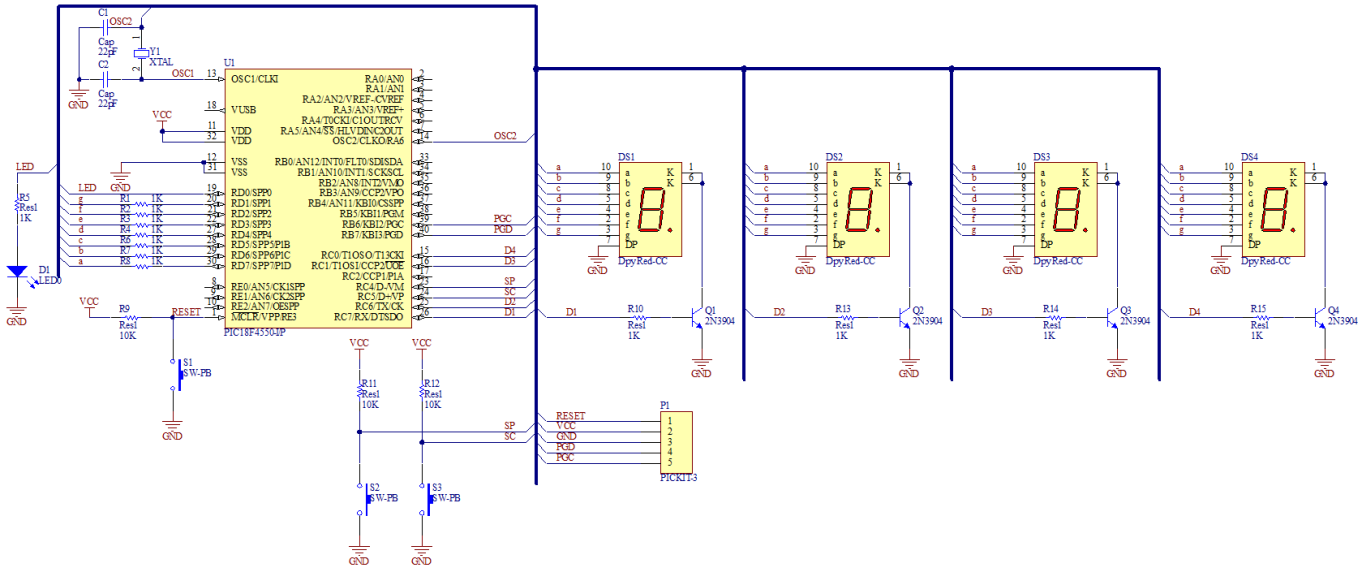

Figura 1.1: Circuito para manejo de Displays de 7 segmentos: PIC18F4550
1. Implemente el circuito de la figura 1.1 en un project board.
3. En el circuito de la figura 1.1: cuál es la función de los 4 transistores ubicados en los terminales comunes de los displays?